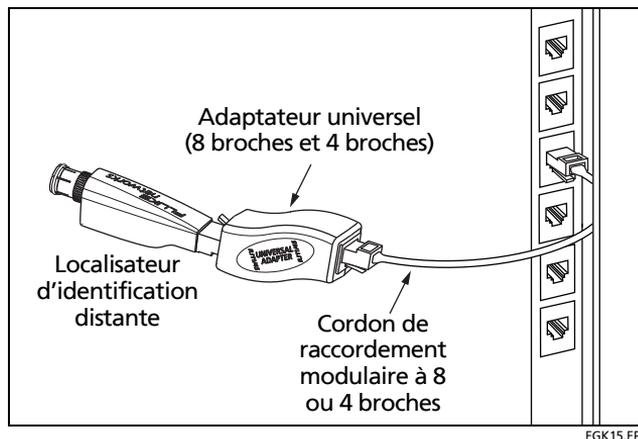

Figure 6. Branchement d'un localisateur d'identification distante dans un espace restreint ou à une fiche RJ11
Pour brancher un localisateur d'identification distante à une fiche modulaire (RJ) dans un espace restreint, ou à une fiche modulaire à 4 broches (RJ11), utilisez un cordon de raccordement et l'adaptateur universel disponible en option conformément à la figure 6.